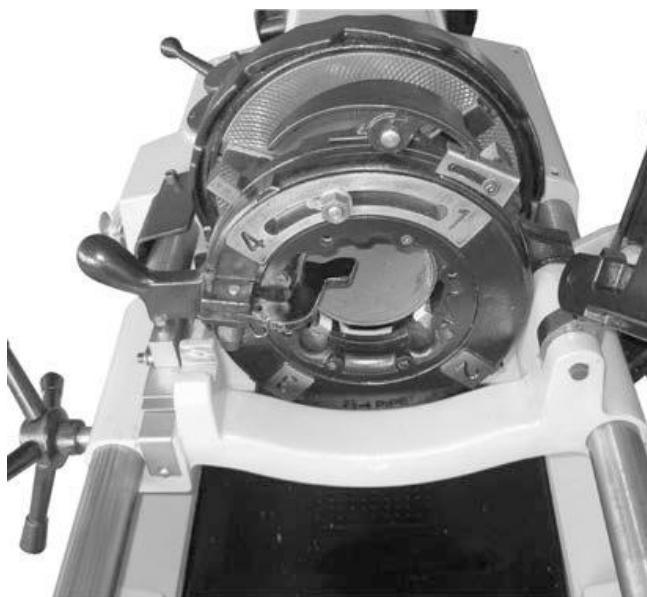

Рис. 6
10. В конце процесса нарезания резьбы, механизм авто сброса автоматически отведёт резьбонарезные плашки от рабочей зоны. (См рис. 6.)